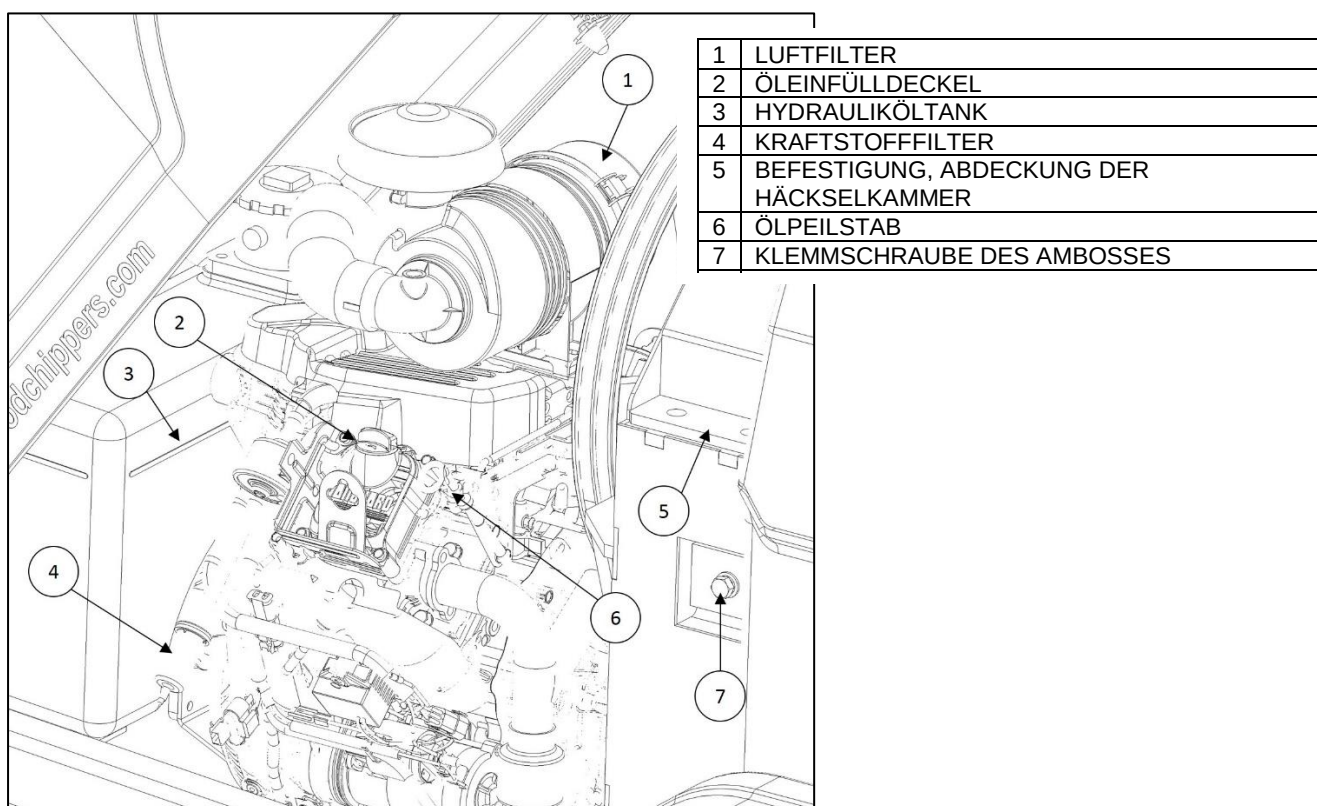

Abbildung 10
- Motoröl prüfen. Siehe Abbildung 10